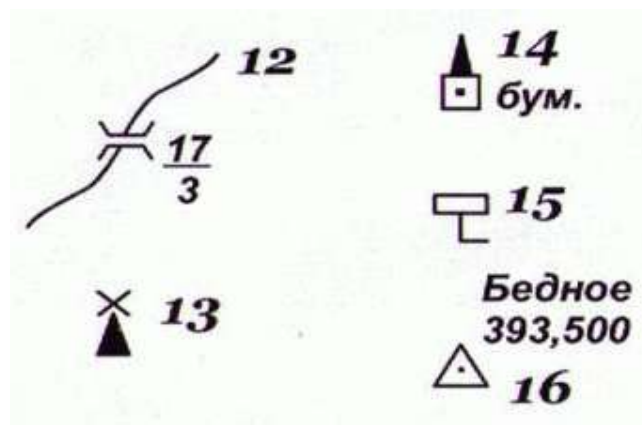

Рисунок 67 - Внемасштабные условные знаки
3. Внемасштабные условные знаки (рис. 67) служат для изображения объектов, размеры которых не выражаются в данном масштабе карты или плана (мосты, километровые столбы, колодцы, геодезические пункты). Как правило, внемасштабные знаки определяют местоположение объектов, но по ним нельзя судить об их размерах. На знаках приводятся различные характеристики, например, длина 17 м и ширина 3 м деревянного моста 12, отметка 393,500 пункта геодезической сети 16.